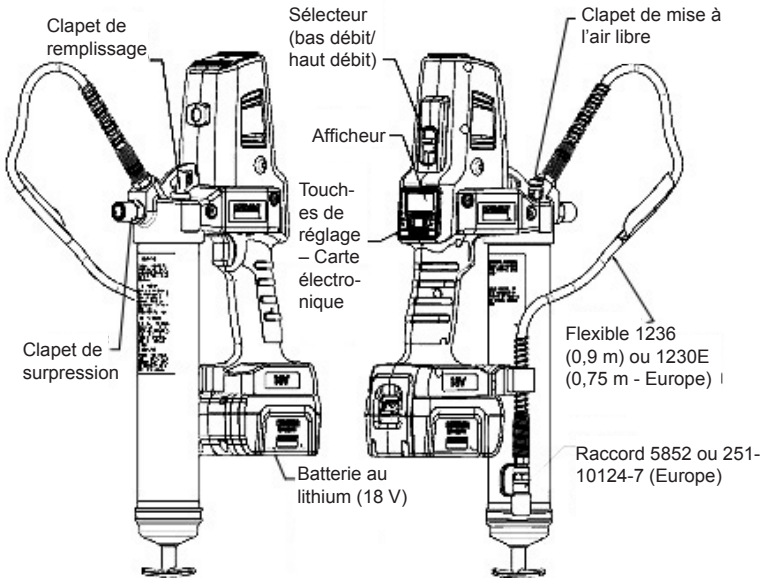

Figure 1
Le Clapet de surpression (fig. 1) est réglé en usine pour faire chuter la pression si celle-ci dépasse 517 bars. Ce clapet sert également d'indicateur de l'état des paliers et du circuit de graissage. De la graisse sortant du clapet de surpression indique l'obstruction ou le serrage excessif d'un palier, d'un raccord ou d'une canalisation. Ce problème doit être rectifié avant de continuer à utiliser le PowerLuber.
Quand le moteur ne fonctionne pas, appuyer sur le sélecteur (fig. 1) jusqu'à ce que la lettre « L » ou « H » soit complètement visible dans la fenêtre.
1. Il faut amorcer le Power Luber après chaque changement de la cartouche de graisse ou chaque remplissage. Pour amorcer, faire fonctionner le graisseur jusqu'à ce la graisse sorte du flexible. Utiliser le clapet de mise à l'air libre (fig.1) pour éliminer les poches d'air.